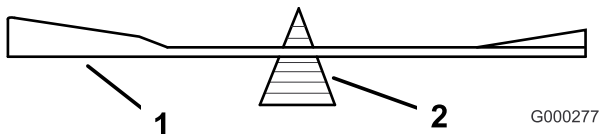
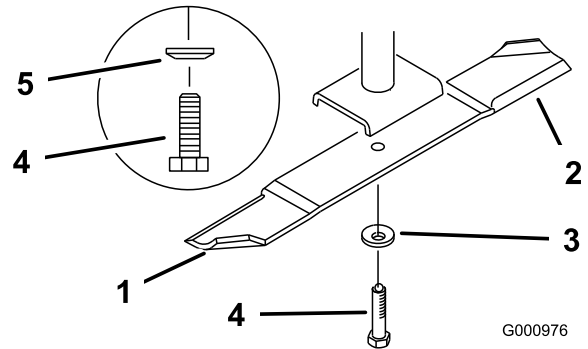

Figura 74
Figura 75
2. Retire del eje el perno de la cuchilla, la arandela de muelle y la cuchilla (Figura 75).
2. Verifique el equilibrio de la cuchilla colocándola sobre un equilibrador de cuchillas (Figura 74). Si la cuchilla se mantiene horizontal, está equilibrada y puede utilizarse. Si la cuchilla no está equilibrada, rebaje algo el metal en la parte de la vela solamente (Figura 75). Repita este procedimiento hasta que la cuchilla esté equilibrada.
1. Instale la cuchilla en el eje (Figura 75).
2. Instale la arandela de muelle y el perno de la cuchilla. El cono de la arandela de muelle debe estar orientado hacia la cabeza del perno (Figura 75). Apriete el perno de la cuchilla a 115-150 Nm.